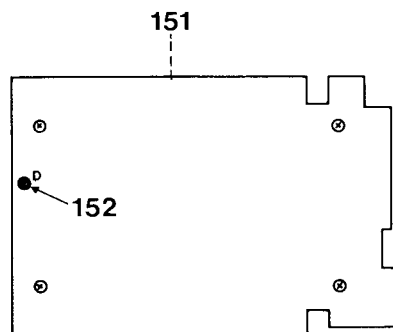

Fig. 48
- Die vier Kreuzschlitzschrauben herausnehmen (siehe Abb. 48).
- Take out the four star-head screws (Fig. 48).
- Ôter les quatre vis à tête cruciforme (fig. 48).
192 Fig.48 b
192 Fig.48 c
Fig.48 d
Fig.48 b
Fig.48 c
- Lever les verrous 170 de 1 à 2 mm seulement et retirer de la carte à circuit imprimé les quatre faisceaux de fils avec les logements de prises (fig. 48 b et 48 c).